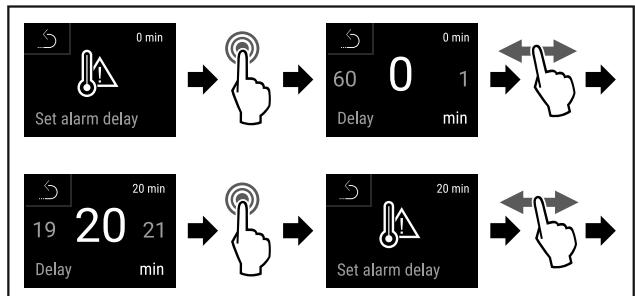

Fig. 142
- Seguir los pasos de procedimiento (consulte Fig. 142) .